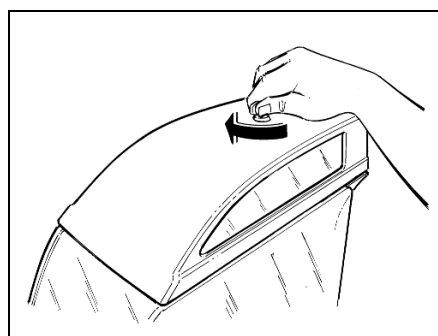

Fig. 17
- Retire la tapa luminosa después de haberla desbloqueado con la llave correspondiente, girando en sentido horario (fig.17).